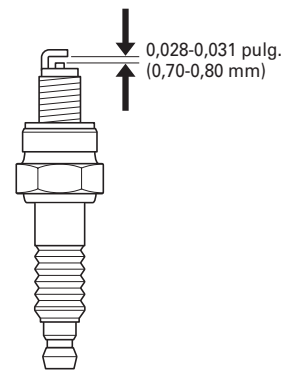

fig.19
5. Mida la separación entre los electrodos con una galga palpadora. Corrija según se requiera doblando cuidadosamente el electrodo lateral (Fig. 19). La separación debe ser igual a: 0,028 – 0,031 pulg. (0,70 – 0,80 mm)